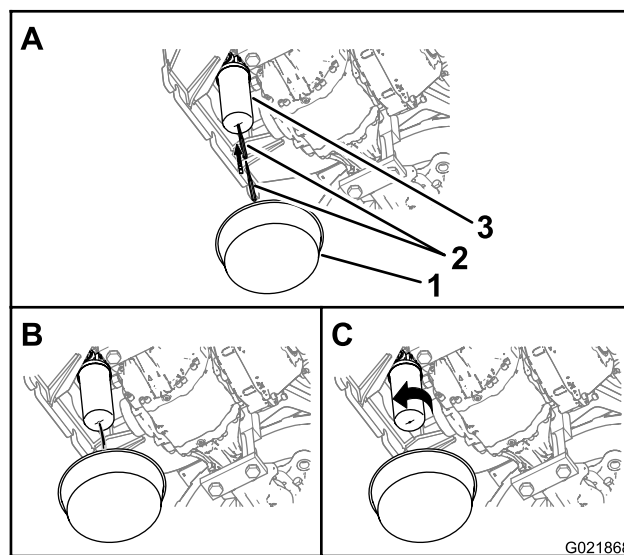

Рисунок 93
Примечание: Доступ к фильтру линии возврата гидросистемы осуществляется под задней частью машины (Рисунок 93).
1. Подставьте емкость под фильтр линии нагнетания гидросистемы (Рисунок 93).
2. Проткните нижнюю часть фильтра линии нагнетания гидросистемы и дайте остаткам гидравлической жидкости стечь в емкость (Рисунок 93).
3. Поверните фильтр линии возврата гидросистемы против часовой стрелки и снимите его (Рисунок 93).